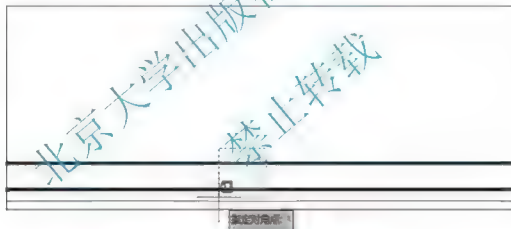

图 4.6 选择窗台线和窗眉线作为阵列对象
(6) 使用【阵列】命令生成 2、3、4 层的窗台线和窗眉线。
① 启动【阵列】命令（快捷键 AR）。
② 在选择对象提示下，按照图 4.6 所示选择窗台线和窗眉线（窗洞口 L 下各两条水平线）作为阵列对象。